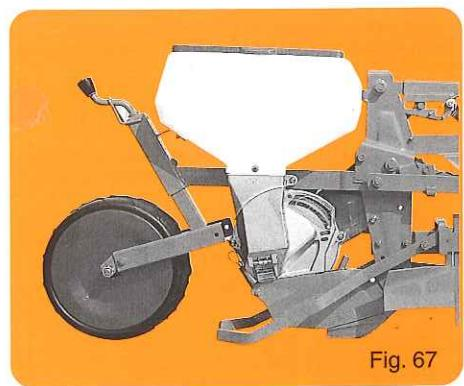

Fig. 67
- Roue tasseuse plate autoentoyante 370 x 170 (fig. 67) : pour terrains souffles et sableux.
- (2) Chasse-mottes : doit travailler superficiellement pour éviter les risques de bourrages au niveau du boîtier ou de la chaîne. Avec roue 370 x 170, retenir le chasse-mottes avant type PNU (fig. 67).
- Self-cleaning flat rubber press wheel 370 x 170 (fig. 67) : for soft and sandy soil.
- Farmflexandruckrollen (selbstreinigende) 370 x 170 (Abb. 67) : für leichte und sartige Böden.